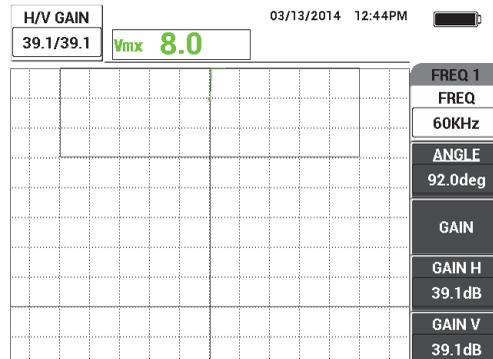

Figure 5-87 Réglage du gain
8. Appuyez sur la touche ERASE () , replacez la sonde sur la pièce (en utilisant cette fois un entrefer plus grand, par exemple, l'épaisseur de trois cartes professionnelles), appuyez sur la touche GAIN (**dB**), et puis réduisez le gain jusqu'à ce que le point se retrouve dans la zone de l'écran à environ 90 % de la hauteur de l'écran (voir la Figure 5-87 à la page 204).